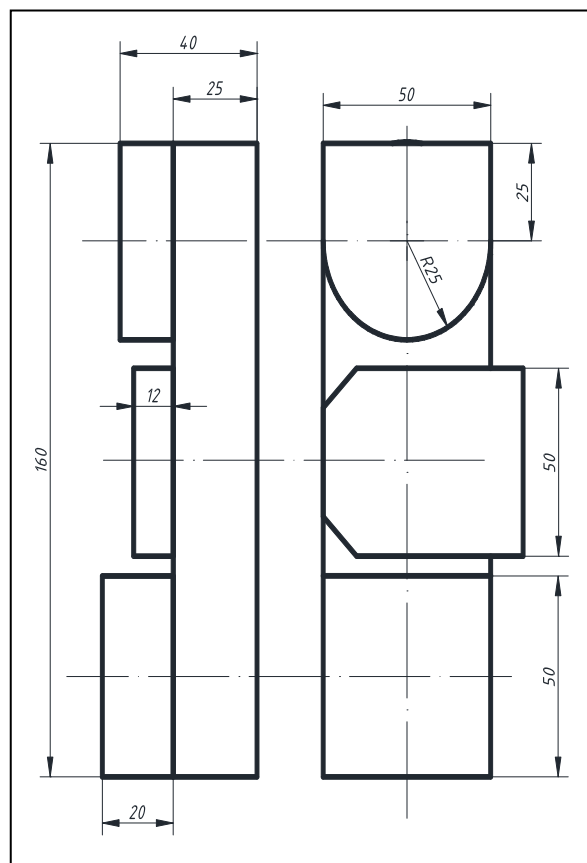

Рисунок 3 – Каркас задания
6. Активировать меню **Геометрические построения**, выполнить каркас пластин изображенных на рис.3.